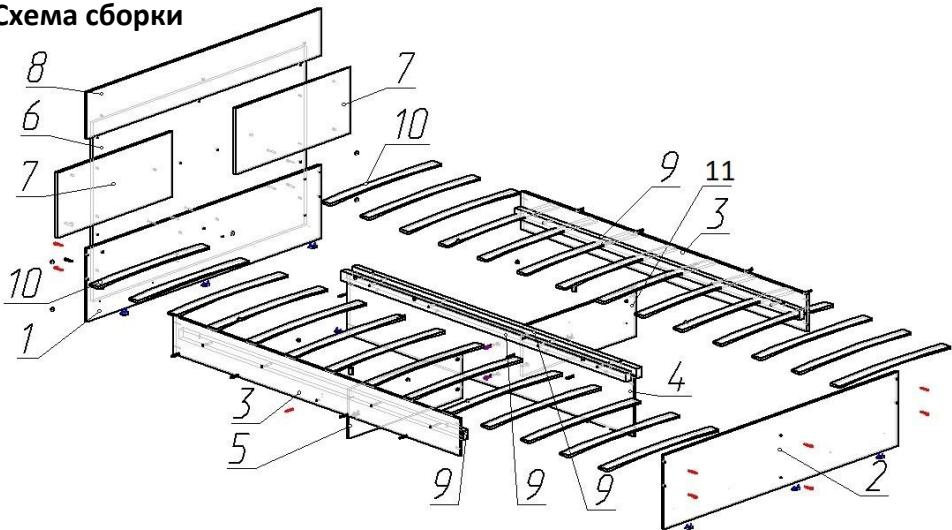

Рис.1
- Забить в деталь №6 гайки М6 усовые (Б) (рис.1).